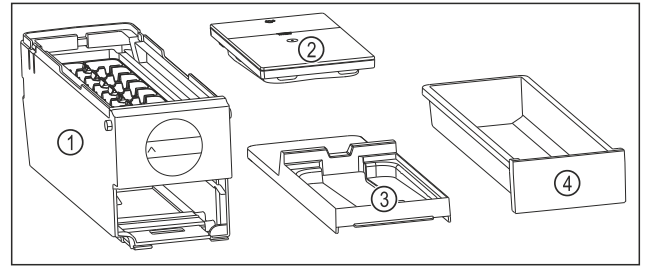

Fig. 132 Composants de l'EasyTwist-Ice
- ▷ L'EasyTwist-Ice est démonté en quatre parties. (voir Fig. 132)
- ▶ Ne démonter l'EasyTwist-Ice que de la manière illustrée. (voir Fig. 132)
- ▶ Nettoyer le corps de l'EasyTwist-Ice Fig. 132 (1) dans son ensemble.